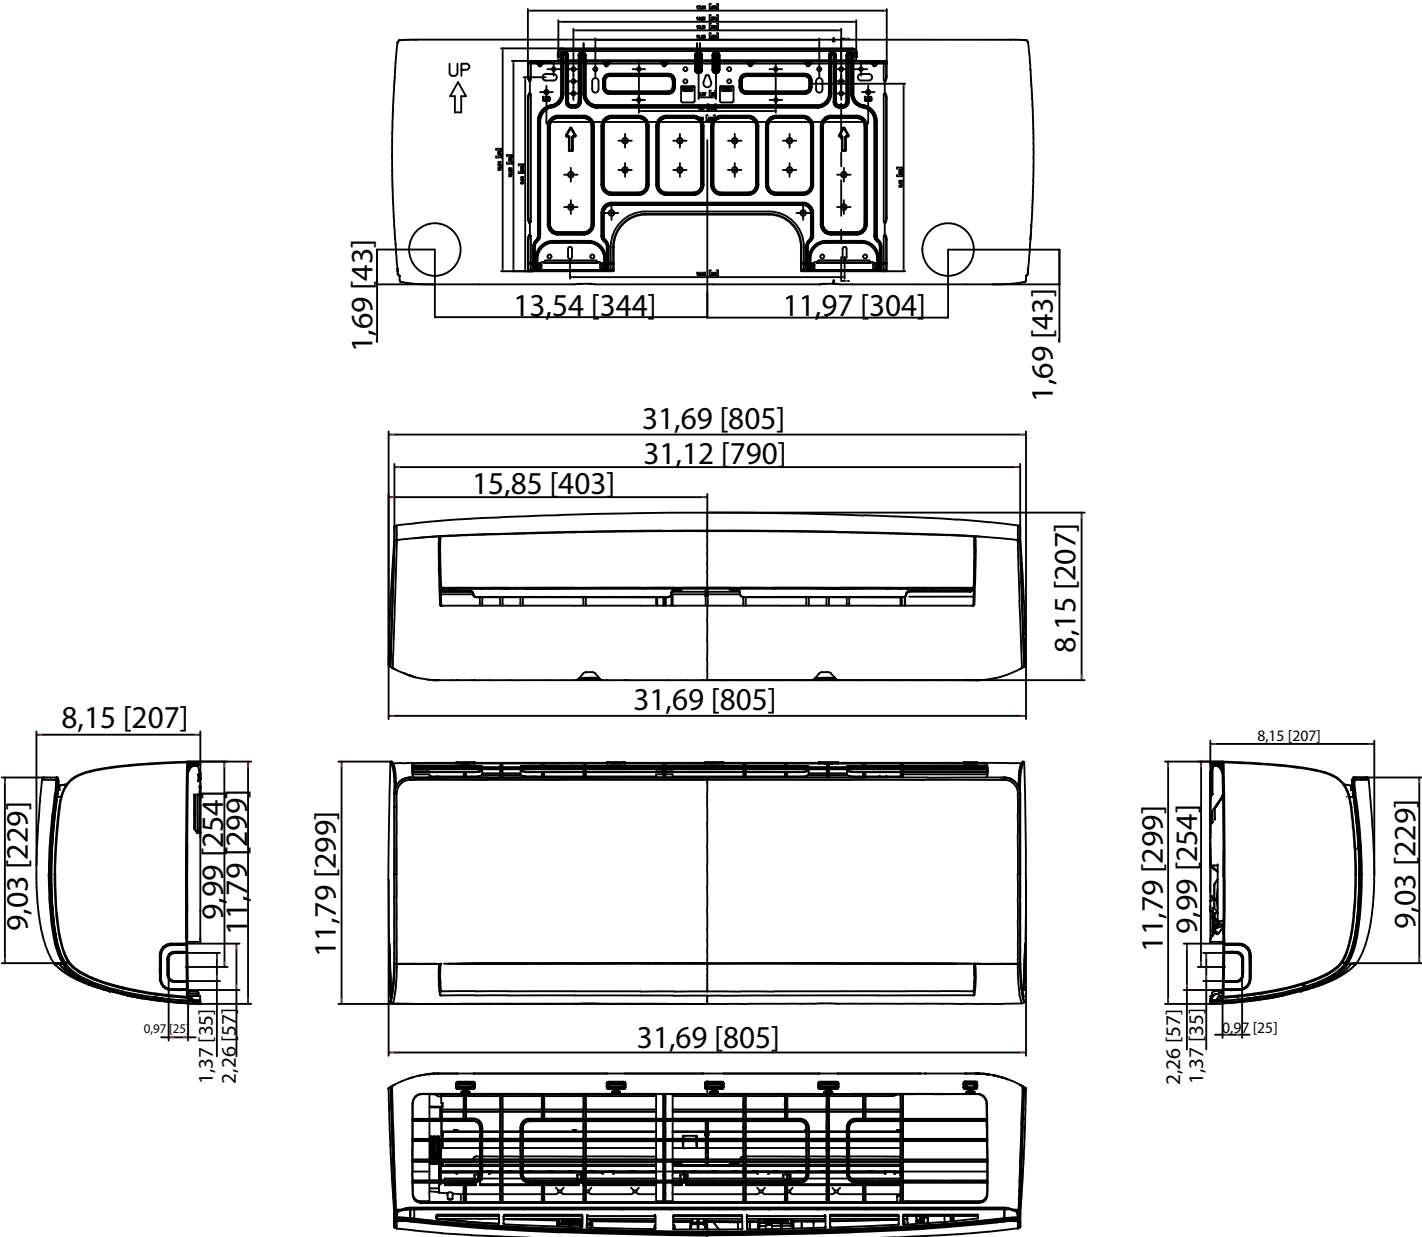

Figure 3 – 9K et 12K
1. Déterminez l'emplacement du trou du tuyau en utilisant la plaque de montage comme modèle. Percez le trou du tuyau sur un diamètre conforme aux valeurs indiquées à la figure 3. Le trou à l'extérieur du mur doit être plus bas de 13 mm (1/2 po) que celui à l'intérieur du mur, de sorte qu'il soit légèrement incliné vers le bas (voir la figure 8).